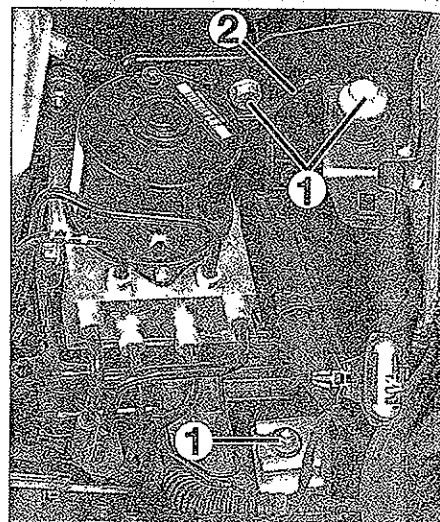

FIG. 2
- Desmontar los tres tornillos (1) del soporte de bloque ABS (2) (fig. 2).